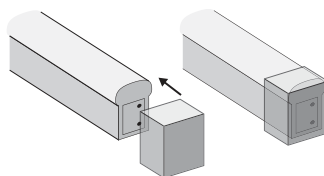

Рис. 3. Установка заглушки на светодиодную ленту.
- **Разрезание светодиодной ленты на участки.** Светодиодную ленту NLS-2835-IP67-220V-NEONLED можно разрезать на участки, кратные одному сегменту, длина которого равна 1 м. Разрез необходимо производить строго посередине участка, соединяющего смежные сегменты, см. Рис.2. В месте разреза ленты пропущен сегмент гибкой печатной платы. Место разреза отмечено маркировкой. На окончание участков светодиодной ленты, к которым не планируется производить какие-либо подключения, необходимо установить заглушки для ленты NLS-cup-2835-220-NEONLED, Рис.3.